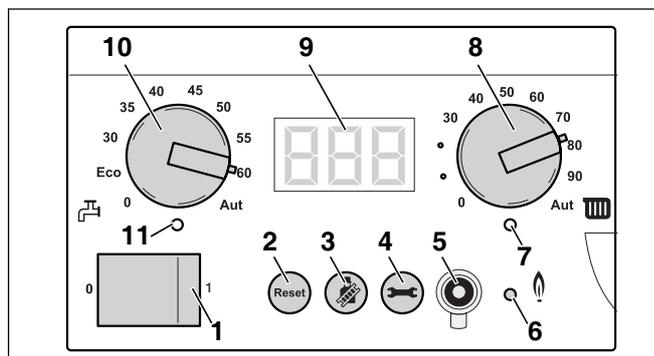

Fig. 41 Regolatore di base BC10
Il LED "Bruciatore" (On/Off) (fig. 41, **pos. 6**) si accende quando il bruciatore è in funzione e si spegne quando si arresta.
Il LED "Richiesta riscaldamento" (fig. 41, **pos. 7**) è acceso se mediante la regolazione viene richiesto un apporto termico e si spegne quando questa richiesta di calore non è più presente.
Con la manopola di regolazione (fig. 41, **pos. 8**) è possibile impostare il limite superiore della temperatura dell'acqua di caldaia nel circuito di riscaldamento. L'unità di misura sono i °C.